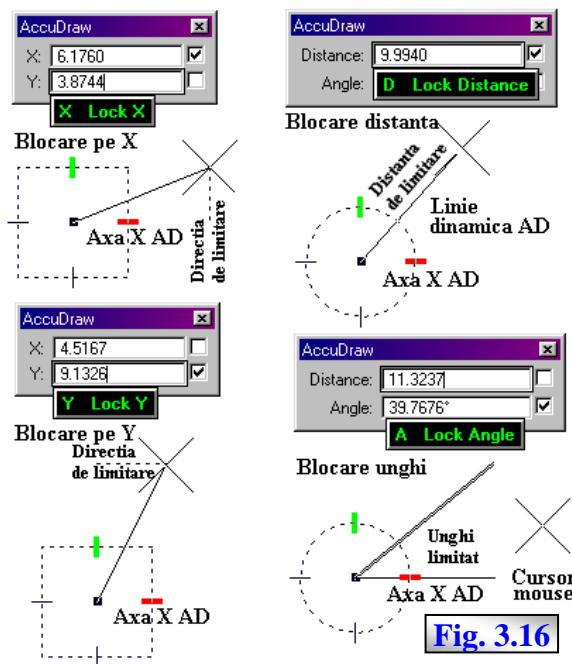

Fig. 3.16
- posibilitatea de blocare și deblocare a *valorilor curente* din câmpurile ferestrei AD: X, Y, Z, **Distance**, **Angle** prin intermediul tastelor „X”, „Y”, „Z”, „D” respectiv „A”, vezi fig. 3.16 respectiv linia corespunzătoare din tabelul 3.1 (& 3.2.4); efectul acestei acțiuni este activarea respectiv dezactivarea controalelor asociate câmpurilor, iar, pentru cazul activării, limitarea mișcării cursorului mouse numai pe direcția, distanța respectiv unghiul de limitare, facilitând astfel plasarea unui punct prin introducerea distanței/unghi în câmpul neblocat al ferestrei AD sau prin identificare snap pe un element existent; direcția de limitare a cursorului mouse este marcată prin linie întreruptă pentru blocare câmpuri X,Y; pentru blocare D este blocată distanța, libertatea de mișcare a cursorului mouse corespunde unui cerc echivalent, centrat în punctul origine al compasului AD și de rază egală cu valoarea blocată din câmpul **Distance**; pentru blocare A este blocat unghiul format de direcția axei X a compasului AD cu linia dinamică a AD, libertatea de mișcare a cursorului mouse corespunde direcției liniei dinamice, inclusiv pentru direcția opusă unghiului; vezi exemplele 3.9 ,3.13;